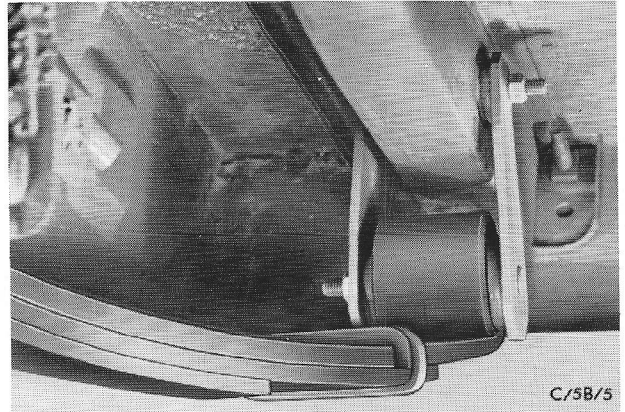

Fig.11 Achterste bevestiging veerpakket.
bruik zonodig een schroevendraaier (fig.11).
10. Bevestig de veerschommels, vervang zonodig de rubber bussen in de langsliggers. Draai de bouten nog niet vast (fig.11).